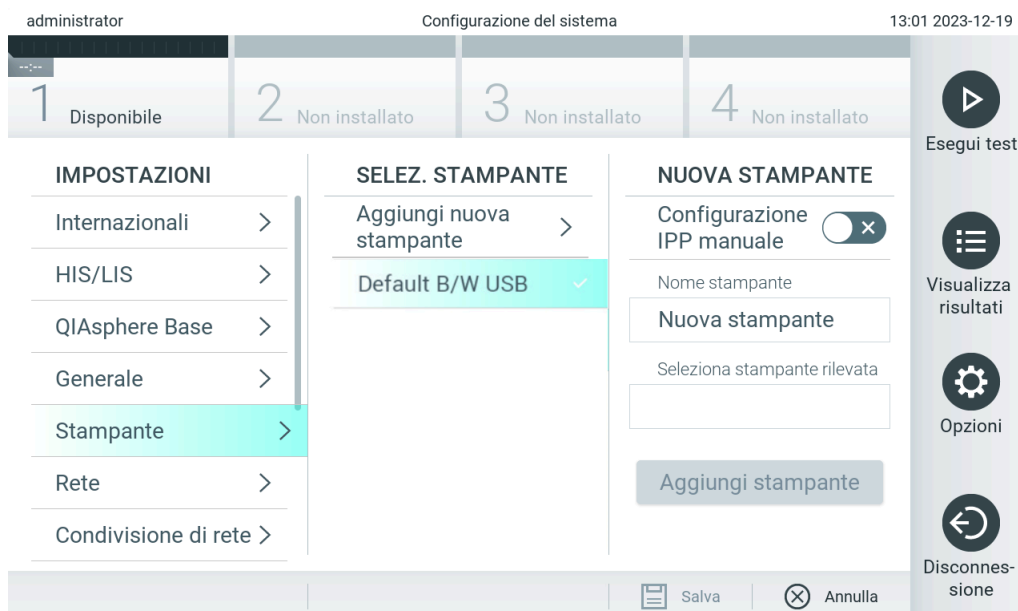

Figura 104. Installazione della stampante con installazione del driver.
5. Fare clic su **Add Printer** (Aggiungi stampante) (Figura 104).
6. Fare clic su **Add Printer** (Aggiungi stampante) (Figura 104).